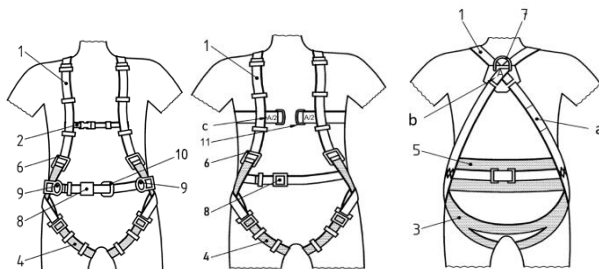

Figure 1 – Composants du harnais
- La ceinture est rembourrée et possède deux points d'ancrage latéraux, utilisés comme points d'ancrage pour le positionnement au travail. Passez une longe autour du point d'ancrage et les connecteurs aux deux extrémités de la longe sont reliés aux points d'attache des hanches (Fig. 1, 9) des deux côtés de la ceinture pour réaliser le positionnement au travail. Utilisez la boucle passante ou la boucle à dégagement rapide pour attacher et ajuster la ceinture au corps.